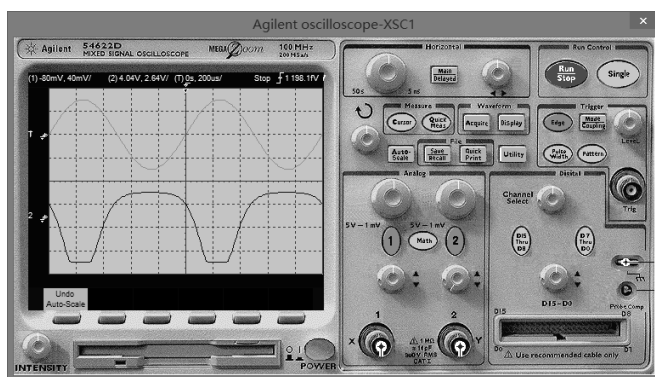

图 4.4.4 同时出现饱和失真和截止失真的波形
(3) 逐渐增大信号源 V_1 的输出信号幅度, 使放大电路的输出信号略有失真 (饱和失真和截止失真), 如图 4.4.4 所示。